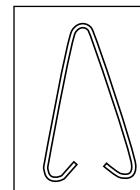
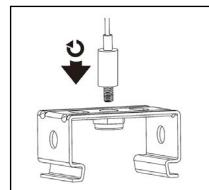

Рис. 5
Рис. 6
5.13 Для установки осветительного прибора на подвесы используйте скобы для подвесного монтажа (2 шт. – рис. 5, входят в комплект поставки) или тросовую систему подвеса (рис. 6, в комплект поставки не входит и приобретается отдельно).